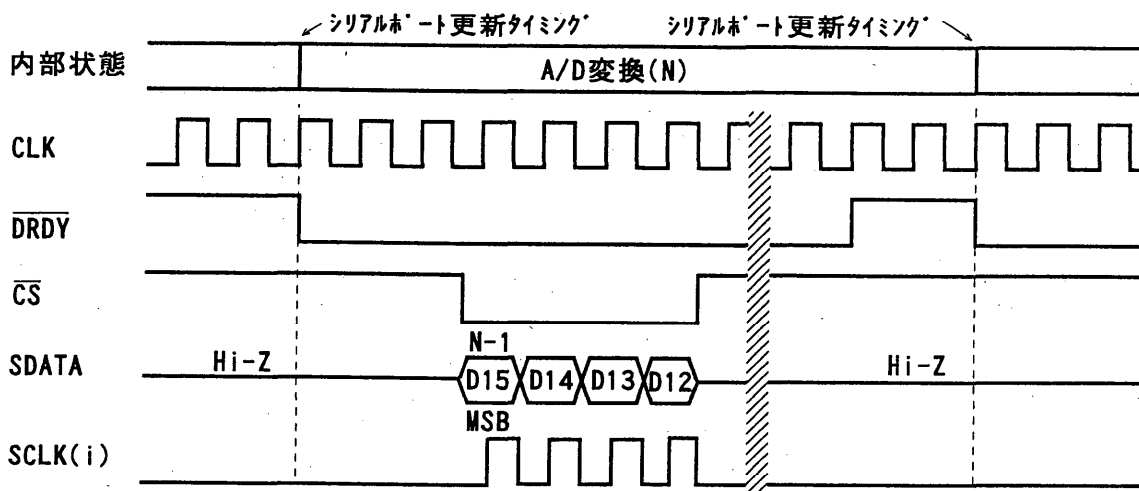

図 8. SECモードタイミング (3)
- ①16ビットデータを全部出力してSDATAがHi-Z状態になったとき
- ②スリープ状態 (MODE="M") になったとき
- ③出力ポートを更新する2tCLK前で、SDATAがHi-Z (CS="H") でかつDRDYが“L” (データ出力が完了していない) のとき (図 8)